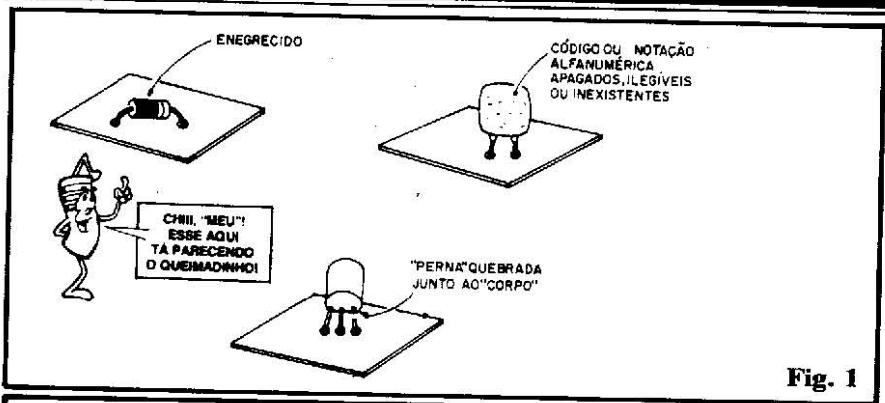
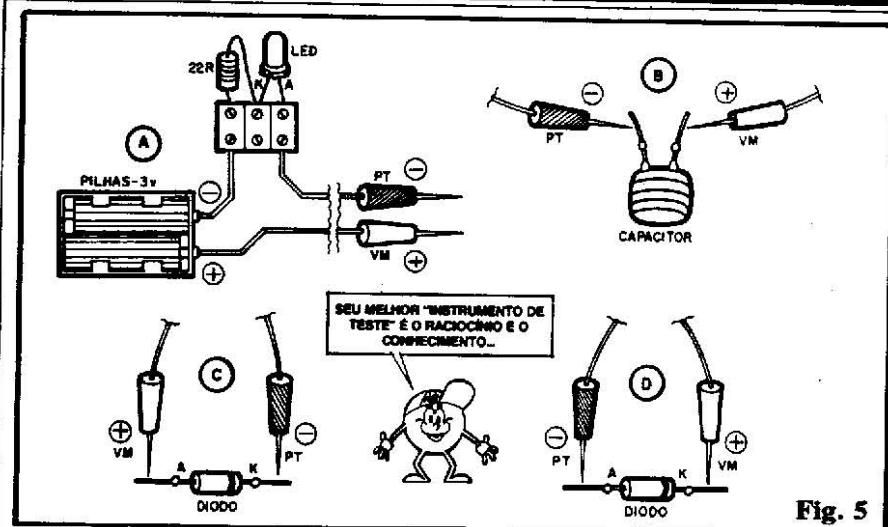

Fig. 1
Fig. 5
- FIG. 1 - A ANÁLISE VISUAL - A maioria das modernas SUCATAS já estão dispostas em Circuitos Impressos, porém ainda é possível achar algumas, bem velhonas, nos pré-históricos chassis metálicos. Se a "coisa" estiver muito suja, escovar e espanhar pode ajudar (não vão "lavar" as SUCATAS, já que muitos componentes podem ser sensíveis à umidade...). Em seguida, conforme indicam as condições mais elementares da fig. 1, devem ser automaticamente descartados os componentes que:
- FIG. 5 - OS TESTES ELEMENTARES - Além da análise puramente visual já detalhada na fig. 1, é lógico que alguns outros testes elementares devem ser feitos, antes de considerar os componentes removidos da SUCATA como realmente aproveitáveis... Com o simplíssimo dispositivo cuja montagem é vista na fig. 5-A (um su-
No exemplo mostrado em 5-B, um capacitor de baixo valor (disco, poliéster, plate, etc.) está sendo verificado... Na condição indicada, o LED do PROVADOR não deve acender, já que se isso ocorrer, o capacitor estará “em curto”, devendo ser imediatamente descartado! Em capacitores de alto valor (tipicamente eletrolíticos) e com as pontas do PROVADOR aplicadas “nos conformes” da polaridade do componente testado, pode ocorrer uma breve “piscada” inicial do LED indicador (devido ao momentâneo e relativamente intenso trânsito da corrente de carga do dito capacitor...), que, porém, logo em seguida cessa, devendo o LED restar apagado! Outros exemplos elucidativos estão nas figs. 5-C e 5-D, com a verificação de um diodo: o LED indicador deverá acender no teste 5-C e não acender no 5-D. Qualquer “outro” comportamento do LED indicador denotará um diodo arruinado (“em curto” ou “aberto”, destinado ao lixo...).
Com os elementos já “arquivados” na memória do Leitor/Aluno, obtidos nas “Aulas” anteriores do ABC, praticamente qualquer componente poderá ser testado com sucesso, pelo menos quanto a seus elementares parâmetros e condições, via PROVADOR da fig. 5-A. Não se pode - certamente - “medir” valores e outras “sutilizações” com o simples PROVADOR, porém a grosso modo, sua utilidade é muito grande! O Leitor/Aluno “esperto”, rapidinho providenciará um dispositivo em caráter definitivo, devidamente embutido numa caixinha (contendo as pilhas e expondo a “cabeça” do LED indicador, sobressaindo as duas pontas de prova dotadas de fios não muito curtos...) mantendo-o sobre a bancada. Será - garantimos - muito usado ao longo do aprendizado e prática da Eletrônica!